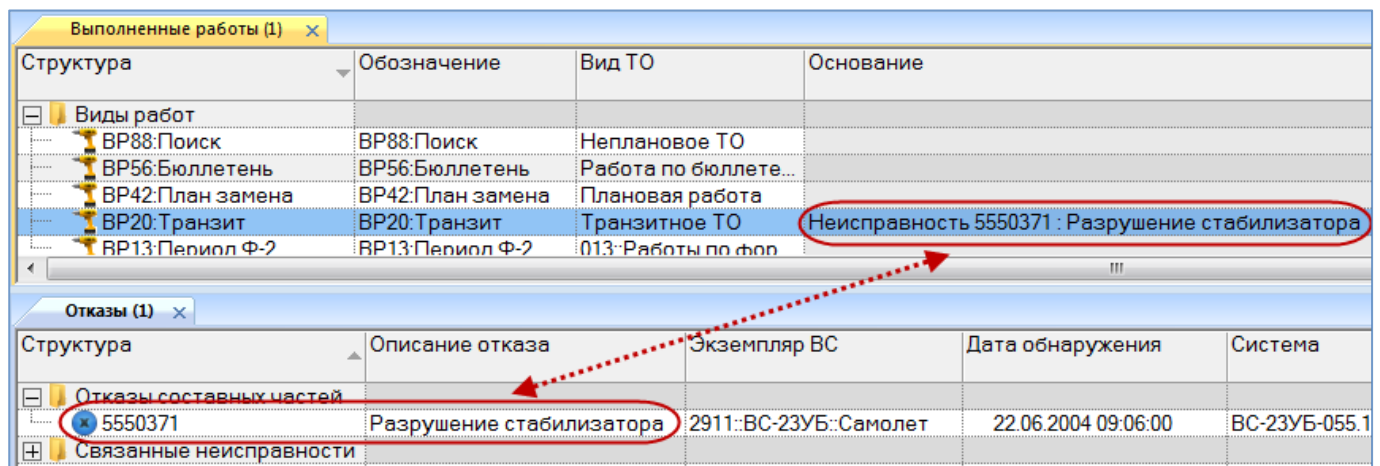

Рис. 13-489 – Основание для выполненной работы
5) Если с выбранной работой уже связан какой либо отказ, то отображается диалоговое окно, приведенное на рис. 13-489. Нажать в нем кнопку «Да» для подтверждения создания связи или «Нет» – для отмены создания связи между объектами.